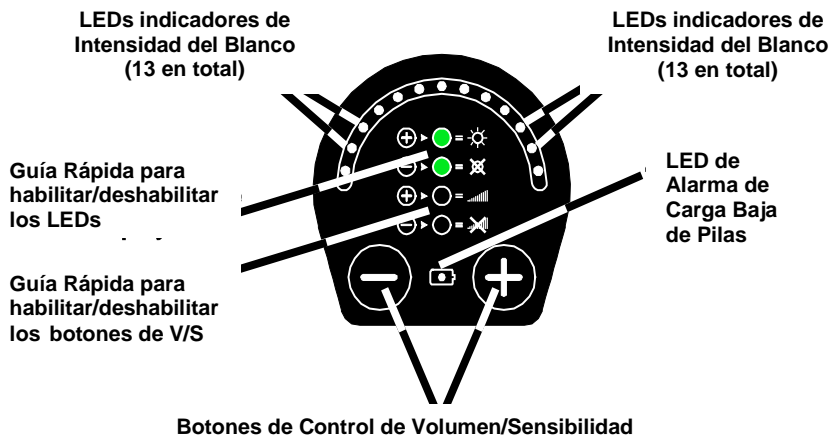

Figura 13: Consola del Parlante del F3L
**4.2 Descripción.** El F3L viene con un receptáculo para el parlante modificado que tiene (Figura 13):